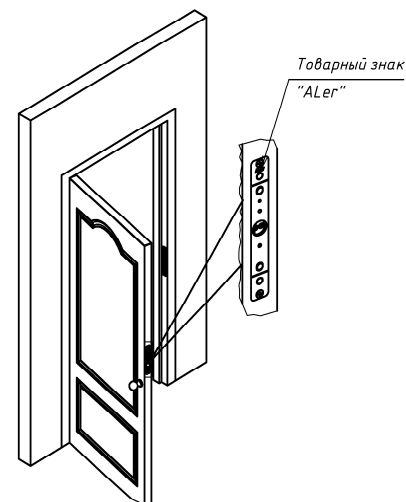
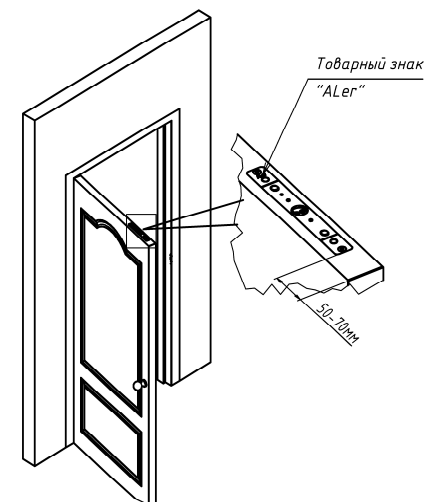

Рисунок 2 – Установка замка в вертикальном варианте
Рисунок 3 – Установка замка в горизонтальном варианте
6.1 Корпусная часть замка AL-400SM монтируется в дверную коробку, якорная часть - в дверное полотно. Замок в вертикальном варианте установки монтируется в среднюю часть двери (рисунок 2), замок горизонтального варианта устанавливается в верхней части двери (рисунок 3). Габаритные размеры корпусной и якорной частей замка приведены на рисунках 5 и 6.
6.2 Якорная часть при вертикальной установке замка должна быть сориентирована по установочной метке в виде товарного знака «ALer» направлением вверх (рисунок 2). Для горизонтального варианта установки знак «ALer» на якорной части должен ориентироваться в сторону оси поворота двери (рисунок 3).
6.3 Замок поставляется в комплектации для установки в горизонтальном варианте в верхней части двери (рисунок 3).